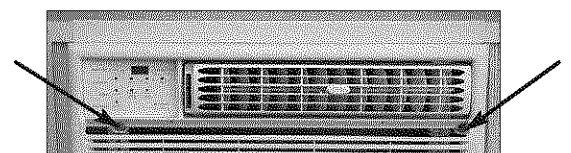

FIGURA 3
- Al instalar el marco frontal en la unidad, asegúrese de que la manija de ventilación pase a través de la parte delantera por el sitio que le corresponde (Figura 3).
- Coloque el tornillo o los tornillos frontales de sujeción detrás del filtro y el panel (Figura 3).